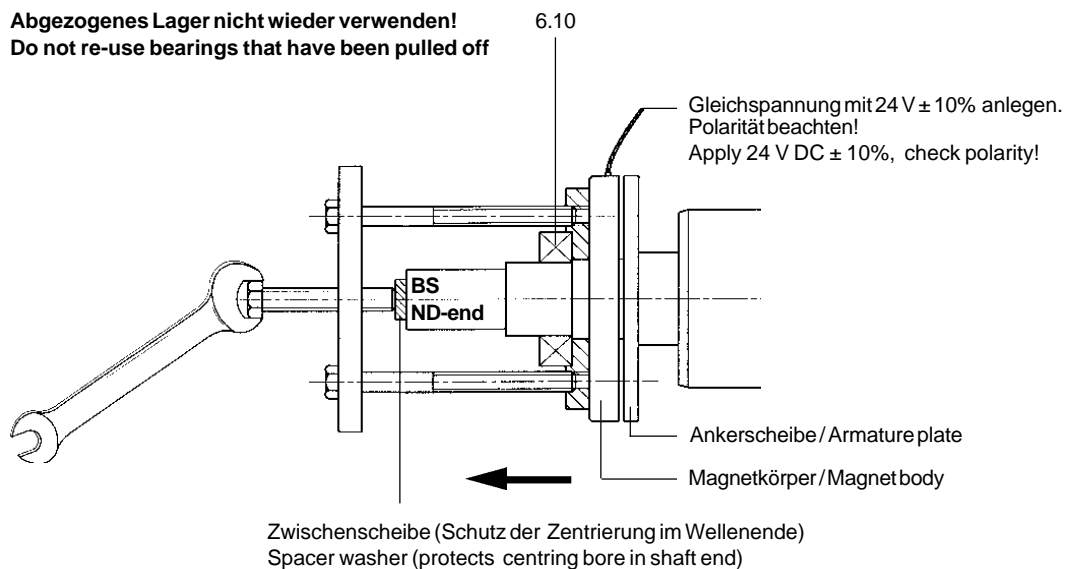

Fig. 108.2 Lagerwechsel bei Motoren mit Bremse / Changing bearings on motors with brake
- Pull off magnet body and brake connecting leads together with ND-end bearing (6.10) with suitable tool (see Fig. 108.2)
- Magnetkörper mit Bremsenanschlußleitungen zusammen mit Lager AS (1.60) und Hülse (1.41) mit geeigneten Hilfsmitteln (s. Fig. 108.2) abziehen, dabei Hülse auf ca. 180°C erwärmen, damit die Wirkung des Klebstoffs reduziert wird